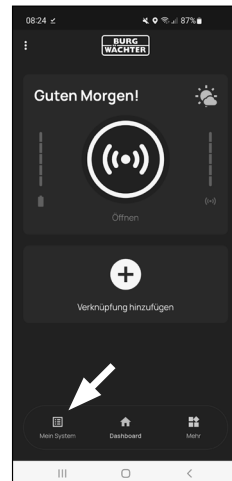

Abb. 4
- Es erscheint der Hauptschirm der BURGSmart App. Öffnen Sie das Menü „Mein System“ unten links (Abb. 4).